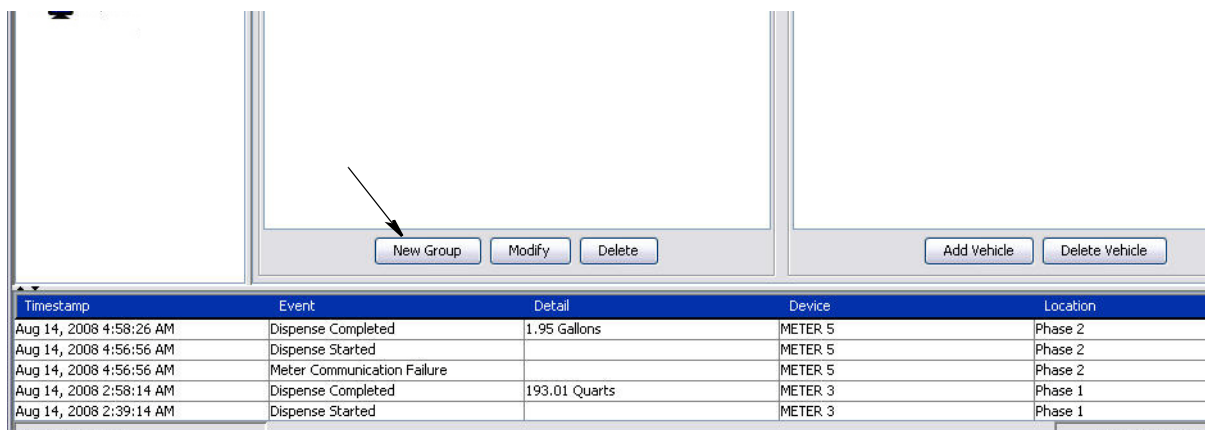

FIG. 151
2. Klik op de knop Nieuwe groep om een nieuwe voertuiggroep aan te maken (FIG. 151).